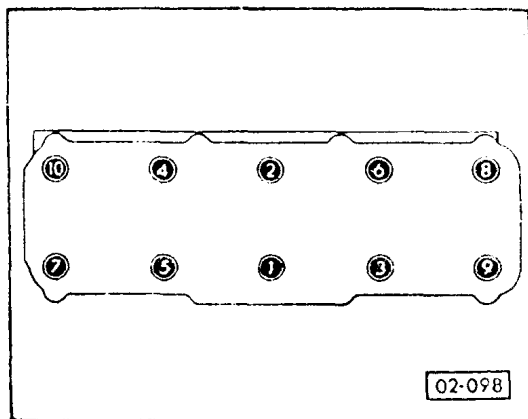

图 7
- 按图7所示相反顺序旋松气缸盖螺栓，并取下气缸盖，拿下气缸盖衬垫。
•气缸盖螺栓的紧固,要按图7顺序分